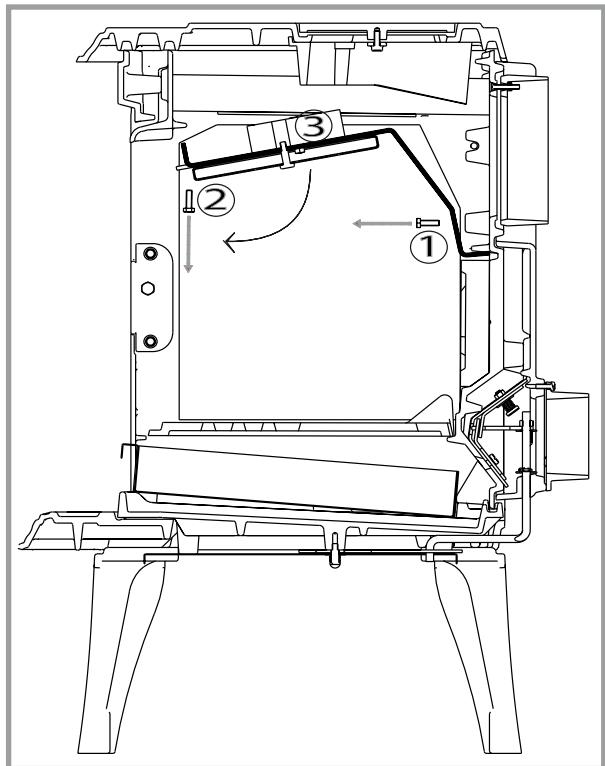

Figura 6 - Smontaggio dello schermo di fumo
2.8. Smontaggio e rimontaggio dello schermo di fumo (figura 6 e 7)